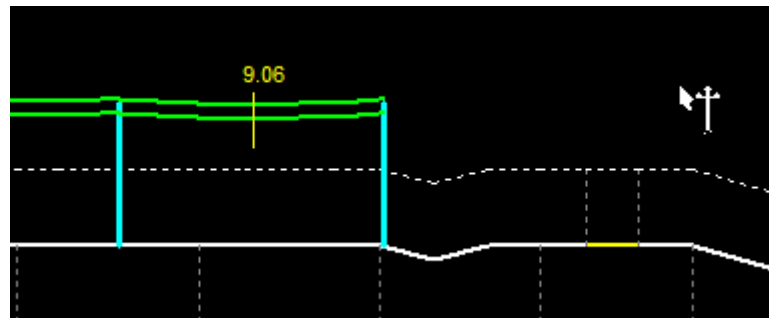

Fig. 8.6
- Hacer clic con el mouse en los puntos donde desee insertar las estructuras y automáticamente se generarán las catenarias. (ver Fig. 8.6)